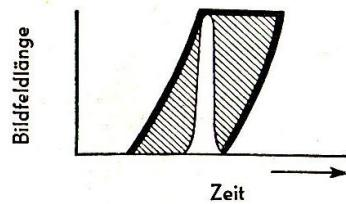

Abb. 9 Lampenblitz (weiß) im geöffneten Verschluß (schraffiert)
a) Man blitzt in den vollständig geöffneten Kameraverschluß hinein. Das ist bei der X- und F-Synchronisation der Fall und wird als „Offenblitztechnik“ bezeichnet (siehe Abbildung 9), Kabelanschluß bei X (früher E) und F.